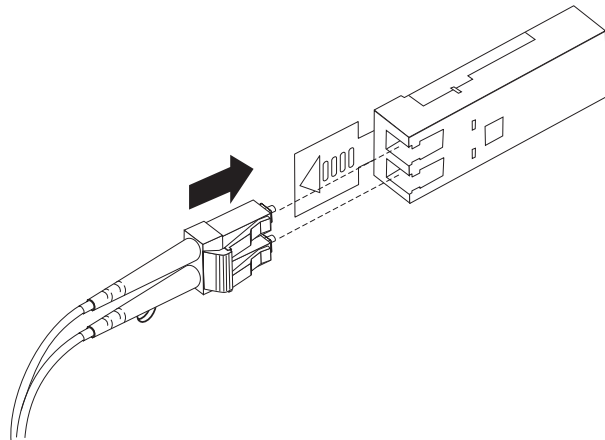

Abbildung 20. LC-LC-Fibre-Channel-Kabel mit einem SFP-Modul verbinden
4. Stecken Sie dieses Ende des LC-LC-Kabels vorsichtig in ein in der FAStT EXP700 installiertes SFP-Modul. Der Kabelstecker ist mit einer Führung versehen, damit sichergestellt wird, dass er richtig im SFP-Modul steckt. Halten Sie den Anschluss, und drücken Sie das Kabel hinein, bis es einrastet (siehe Abb. 20).